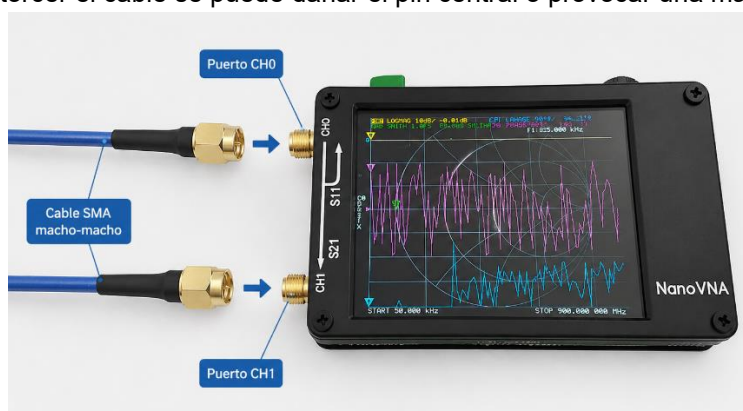

Figura 15 Forma correcta de conectar los cables SMA al NanoVNA.
4. En la Figura 15 se muestra el punto donde se conectaron los estándares de calibración, el cual corresponde al extremo libre del cable SMA. En este punto se colocaron, uno por uno, los estándares Short, Open y Load durante el proceso de calibración.